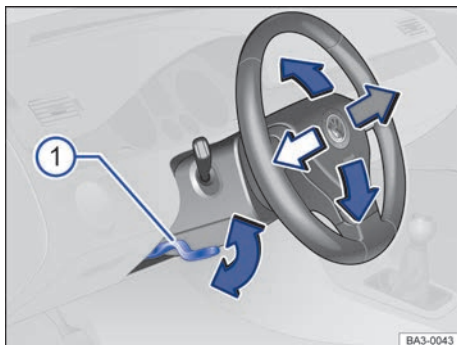

Fig. 61 Embaixo e à esquerda do volante junto com o revestimento da coluna de direção: alavanca de ajuste da posição do volante.
- Empurrar a alavanca para baixo segurando-a pelo seu manípulo → Fig. 61 ①.